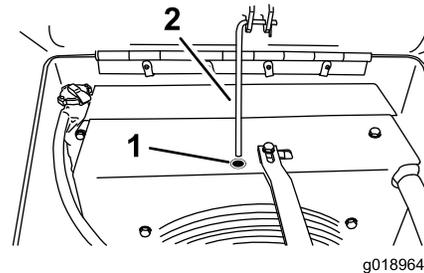

Figura 16
3. Libere la varilla de soporte del capó y colóquela en el orificio para que sujete el capó en la posición abierta (Figura 16).